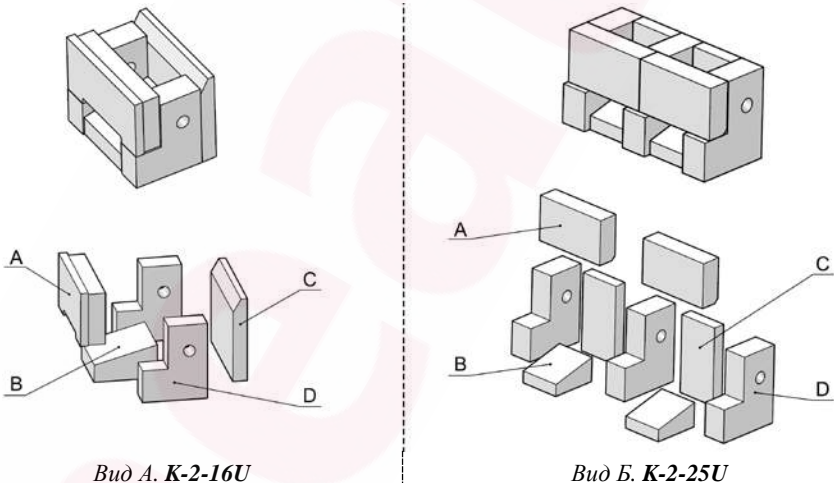

Рис. 6
"Kalvis-2-16U" Через передние дверцы (23 и 24) įstatoma galinė plyta (C) (*см. рис.6, вид А*). Prie jos, iš kraštų statomos kraštinės plytos (D). Paskiau į tarpą tarp kraštinių plytų (D) įspraudžiama apatinė plyta (B). Galiausiai ant kraštinių plytų (D) briaunų, rebrom pastaviť передние плиты (А) (išima į apačią).
"Kalvis-2-25U" Через передние дверцы (23 и 24) įstatomos galinės plytos (C) (см. рис.6, вид Б). Jos užstatomos kraštinėmis ir centre atraminėmis plytomis (D). Paskiau į tarpus tarp atraminių plytų (D) įspraudžiamos apatinės plytos (B). Galiausiai ant atraminių plytų (D) briaunų, ребром поставить передние плиты (A) (фаской вниз во внутрь камеры горения).